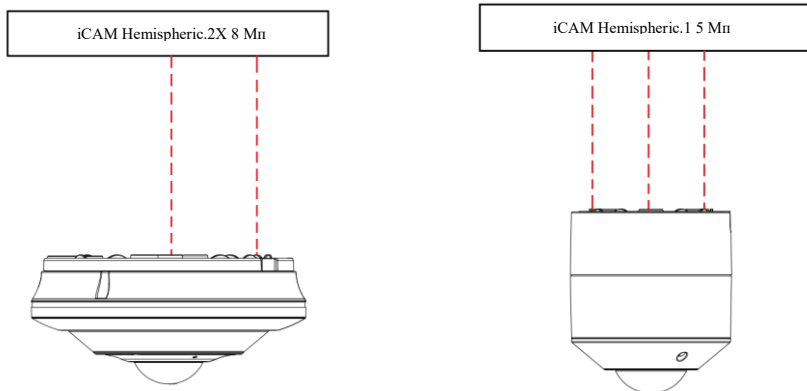

Рис. 1
7. Перед установкой камеры на поверхность, отделите монтажное основание от камеры. Используя шурупы и дюбеля, закрепите основание камеры в подготовленные отверстия (рис. 1).